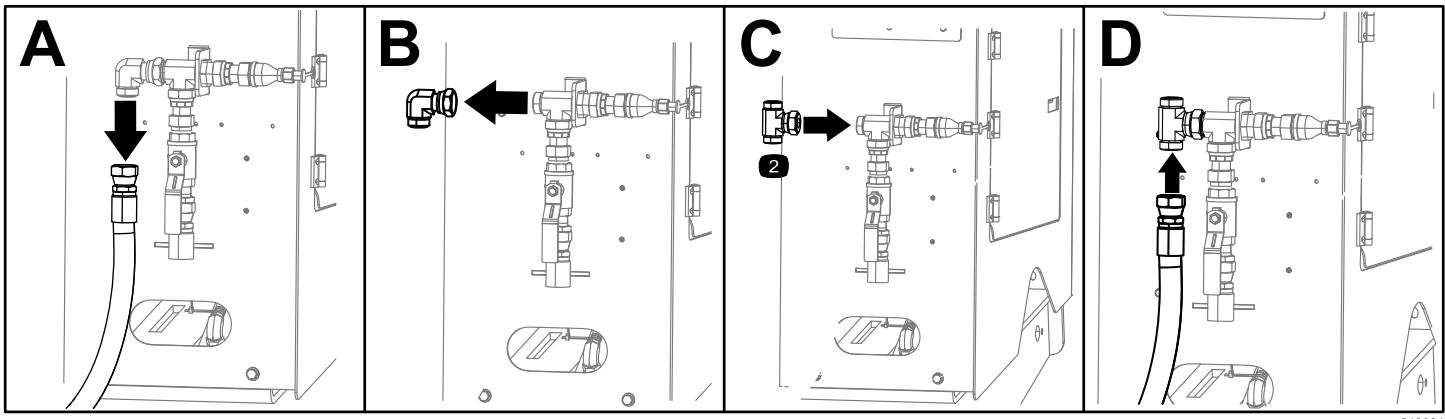
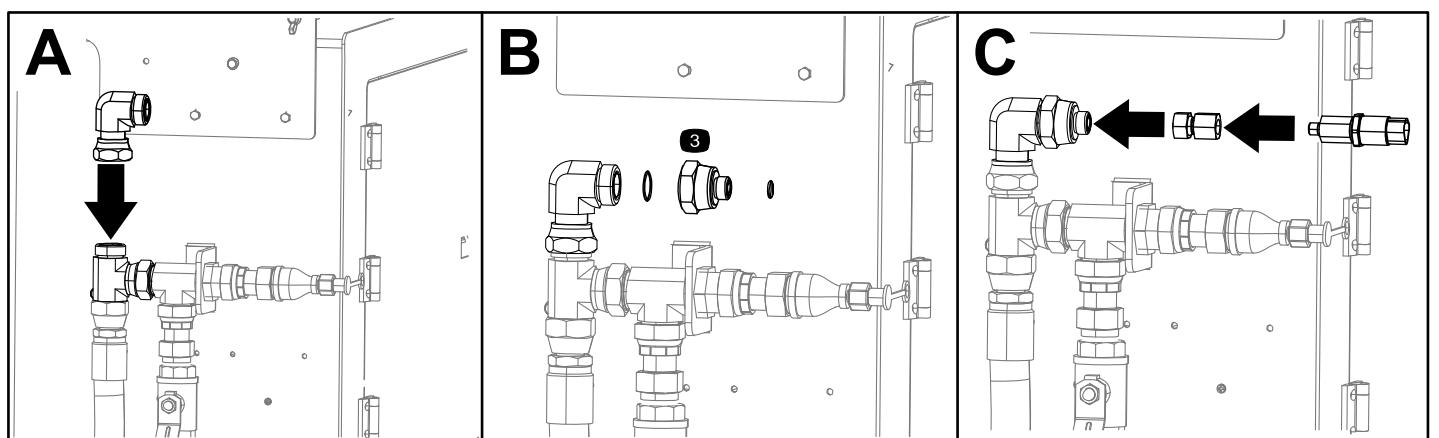

Рисунок 10
Рисунок 11
1. Отсоедините шланг от штуцера на заднем сварном узле системы управления (Вид А на Рисунок 10).
2. Снимите штуцер с заднего сварного узла системы управления (Вид В на Рисунок 10).
3. Установите тройник на задний сварной узел системы управления (Вид С на Рисунок 10).
4. Подсоедините шланг к тройнику (Вид Д на Рисунок 10).
5. Установите штуцер, снятый при выполнении пункта 2, показанный на виде В на Рисунок 10 (Вид А на Рисунок 11).
6. Установите переходной патрубок и уплотнительные кольца (Вид В на Рисунок 11).
7. Установите узел датчика, снятый при выполнении пункта 3 раздела Отсоединение датчика \(страница 5\) (Вид С на Рисунок 11).